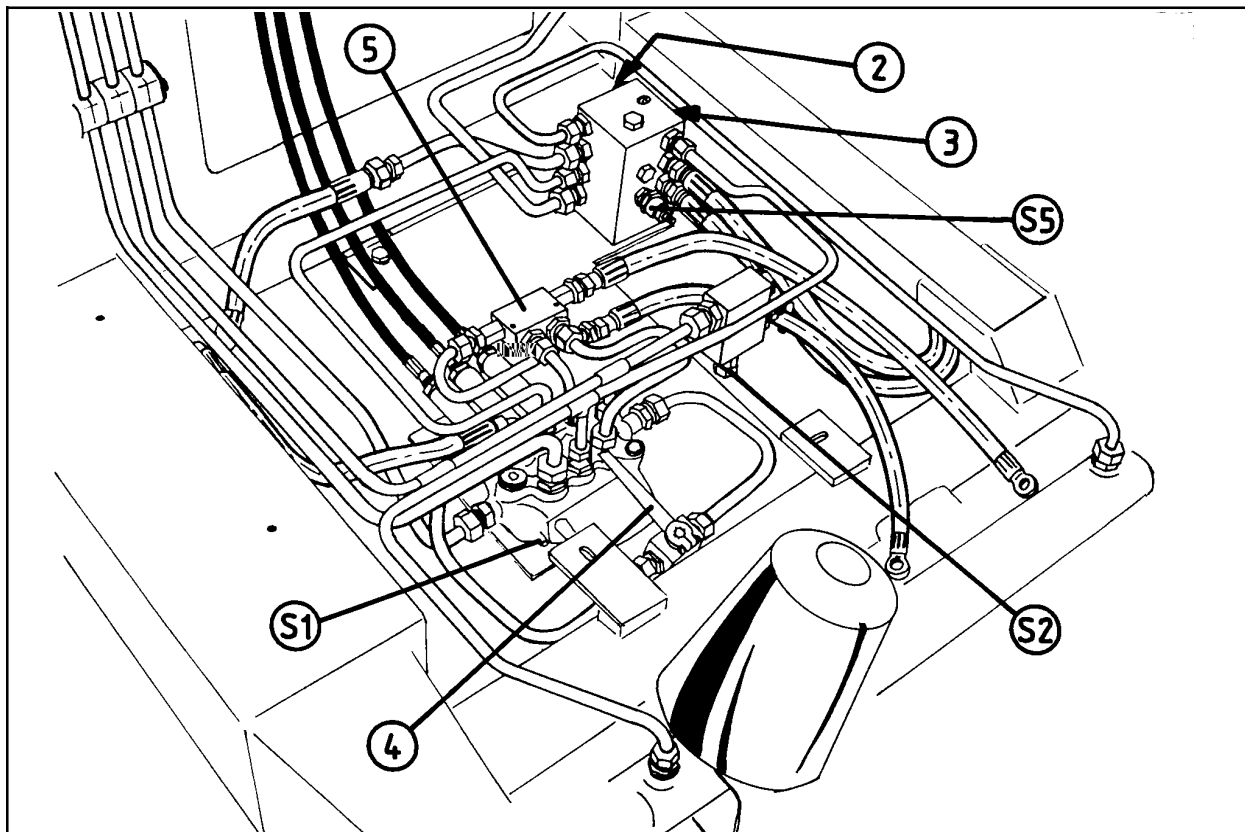

Fig. 14-1
De fleste traktorer har en oljepumpe som gir en fast oljemengde pr. omdreining. Da må kuleventilen, (pos. 4, fig.14-1), stå i åpen posisjon. (Se kapittel 4.7). Hvis ingen annen funksjon er aktivert, strømmer oljen fra traktoren, tvers igjennom hovedventil og tilbake til tank. Så snart en av spakene betjenes vil gjennomløpet stenges samtidig som oljen går ut til den aktuelle funksjon.
For traktorer med variabel oljepumpe, som John Deere, må kuleventilen lukkes. (Pos. 4, fig 14-1). Da kan oljen bare komme inn i hovedventilblokka ved at en av funksjonene blir betjent.
14.2 Pos. 5 i fig. 14-1 er en pilotstyrt tilbakeslagsventil som skal hindre trykket i å sige ut av sylindere som holder kniven lukket.
14.3 Hydraulikkanlegget er utstyrt med en sikkerhetsventil, (S1), som er innstilt på 185 bar. Den åpner for gjennomstrømming til retursiden hvis det innstilte trykket overskrides. Denne ventilen sitter på ventilblokka. Se fig.14-1.
14.5 Ventilblokka på fig.14-1 har påmontert tre ventiler: